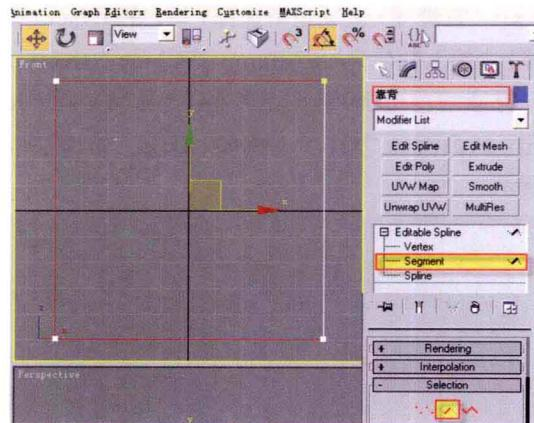

图1-5
⑤ 将转换成可编辑样条线的矩形命名为“靠背”。在前视图中,激活“靠背”对象的Segment(线段)层级,在Segment层级下,选择如图1-5
所示的Segment (线段), 按键盘上的【Delete】键进行删除, 如图1-5所示。